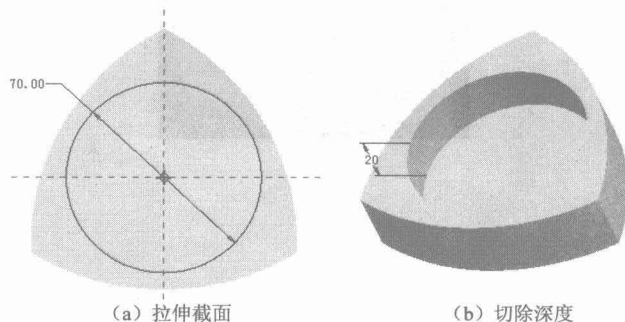

图1-4
3. 选择实体顶面为草绘平面绘制如图 1-4 (b) 所示圆形拉伸切除, 拉伸截面如图 1-4 (a) 所示。